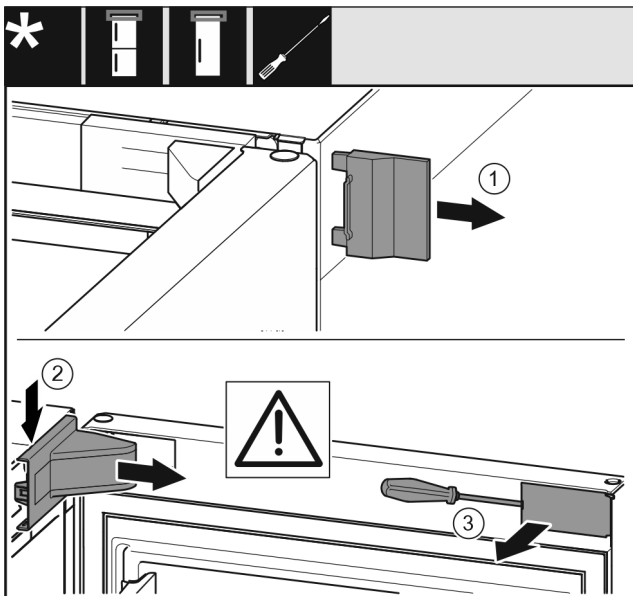

Fig. 6
- ▶ Ta bort det yttre skyddet. Fig. 6 (1)
- ▶ Haka av lagerbocksskyddet och lossa det. Ta bort lagerbocksskyddet. Fig. 6 (2)
- ▶ Lossa panelen med hjälp av en spårskruvmejsel och vrid den åt sidan. Fig. 6 (3)